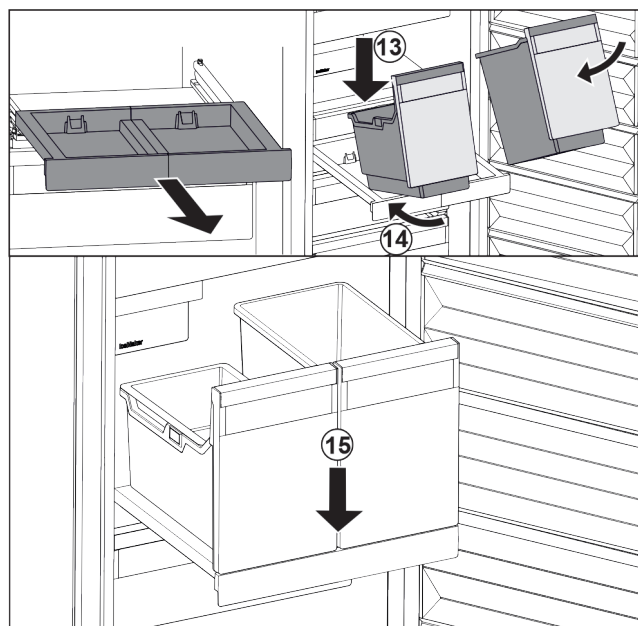

Fig. 90
- ▶ Nasadte nádobu šikmo na vyťahovaciu poličku. Fig. 90 (13)
- ▶ Zasuňte nádobu šikmo dozadu. Fig. 90 (14)
- ▶ Zložte nádobu vpredu. Fig. 90 (15)